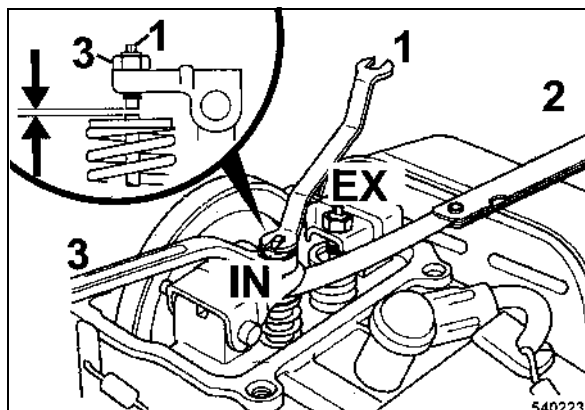

fig. 49
- Pour régler le jeu, bloquer la vis de réglage 1 (fig. 49) et desserrer la vis de blocage (2).